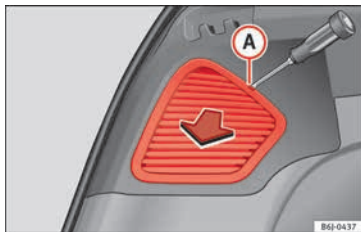

Abb. 111 Seitenleuchten.
- Hebeln Sie die Abdeckung an der Aussparung mit dem flachen Teil des Schraubendrehers ab und entfernen Sie die Abdeckung (A) » Abb. 111.